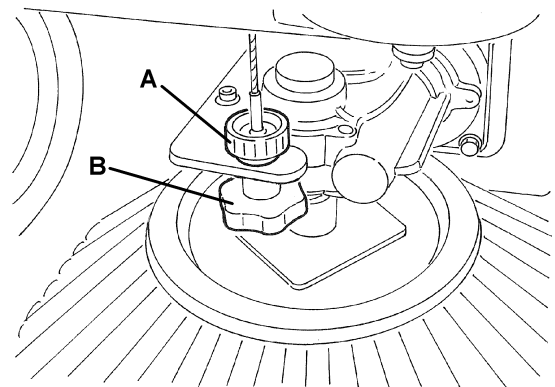

Figure 8
2. Activer le frein de stationnement au moyen de la pédale (3) et du levier (4).
3. Tourner la clé de contact (72) sur "0".
4. Desserrer le pommeau (A, Fig. 8) situé sur le balai.
5. Tourner le pommeau (B, Fig. 8), en considérant que :